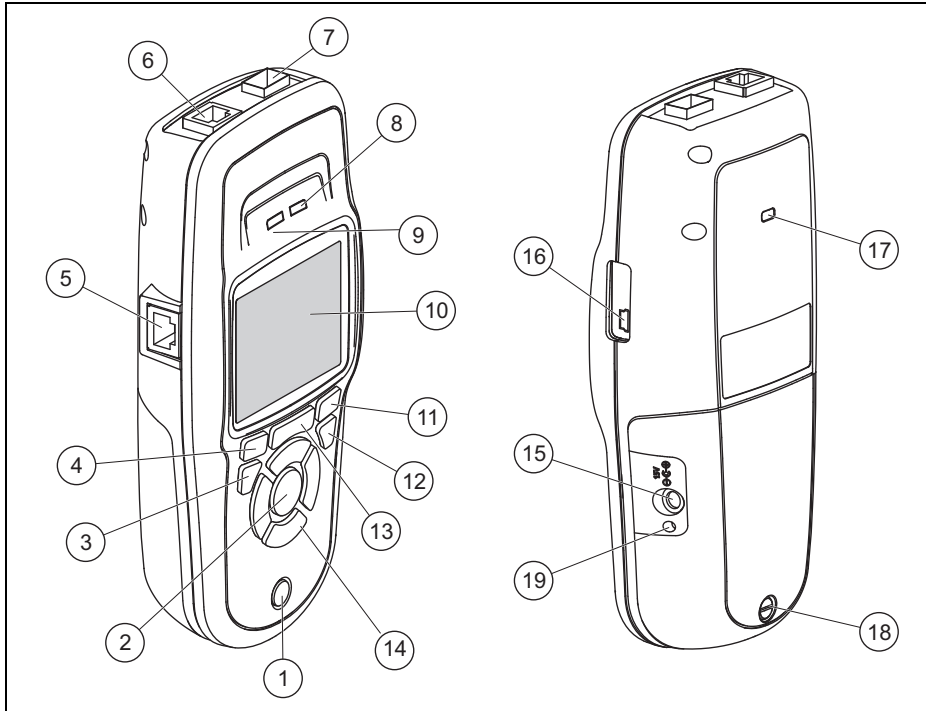

Figure 1. Caractéristiques physiques du LinkRunner AT
Pour charger la batterie, connectez l'adaptateur secteur au connecteur de la batterie (voir Figure 1 numéro ⑮). Vous pouvez utiliser le testeur pendant que la batterie se recharge.